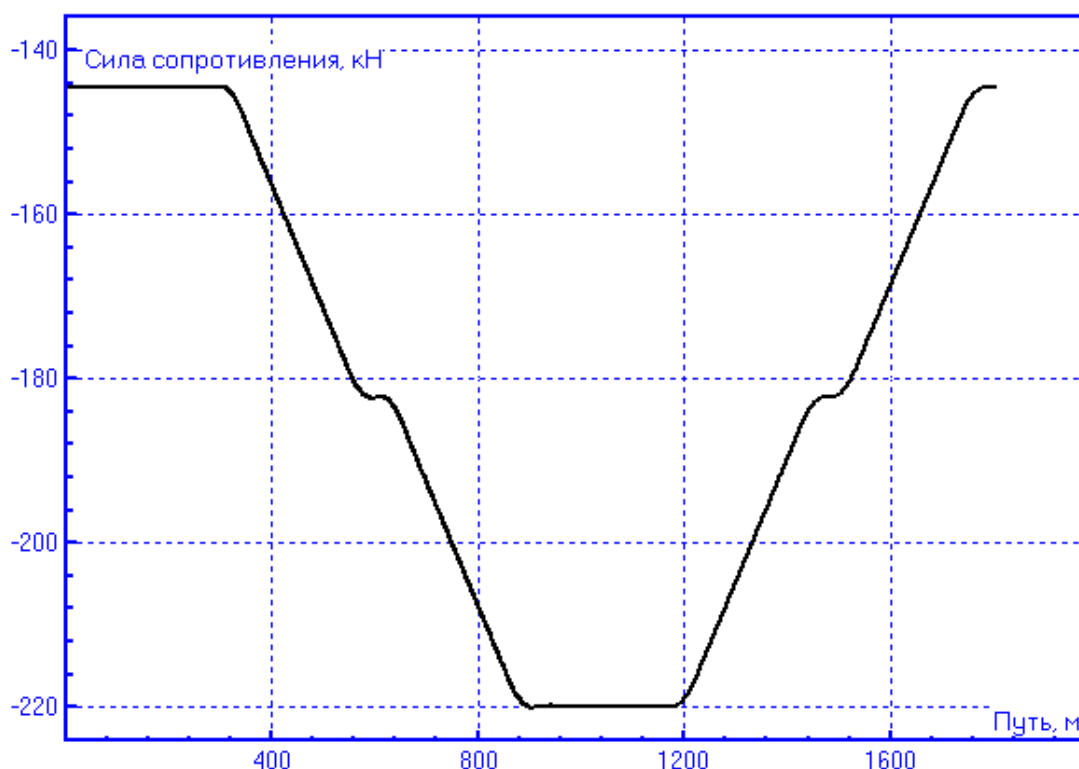

Рис. 15.15. График силы сопротивления движению поезда
- **Суммарное сопротивление вдоль пути** – позволяет для заданной скорости получить график сопротивления движению поезда для текущего файла макрогеометрии пути. На рис. 15.15 показан пример расчета сил сопротивления для поезда, состоящего из 62 груженых вагонов, в S-образной кривой на скорости 10 м/с.